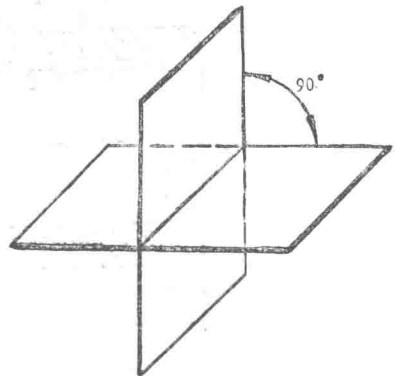

图1-9 垂直面
4. 垂直面 如果两平面成  $90^\circ$  角，那么这两平面就成为垂直面（老师傅称为角尺面），如图 1-9 所示。